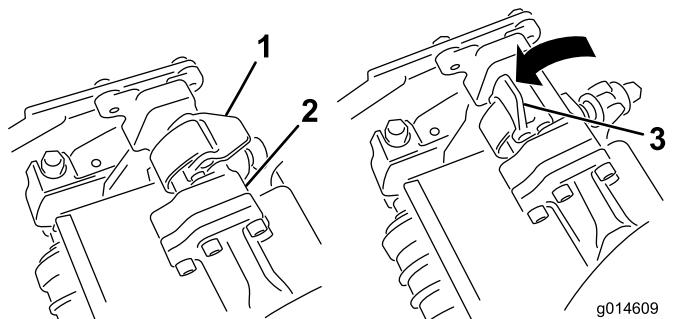
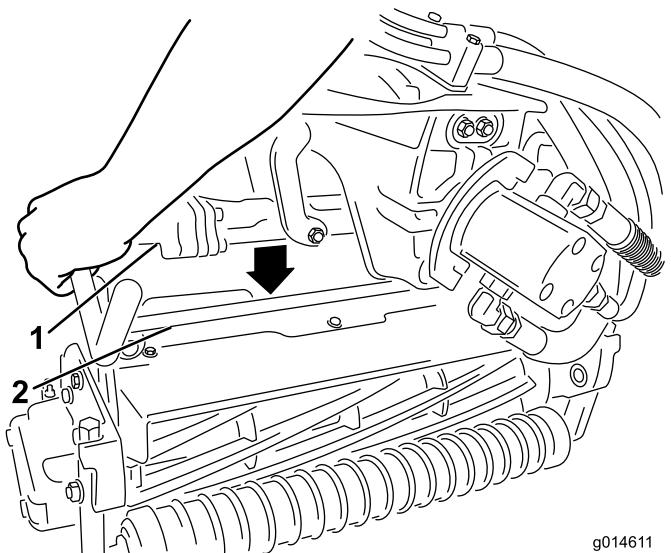

Bild 12
Bild 13
| 9. Die Riegel an der Aufhängearmstange müssen nach oben zeigen (d. h. offen) (Bild 12); drücken Sie den Aufhängearm dann so nach unten, dass die Stange über die Stange an der Oberseite des Mähwerks passt (Bild 13). | |
10. Drücken Sie die Riegel nach unten um die Schneideeinheitstange herum und arretieren sie (Bild 12).